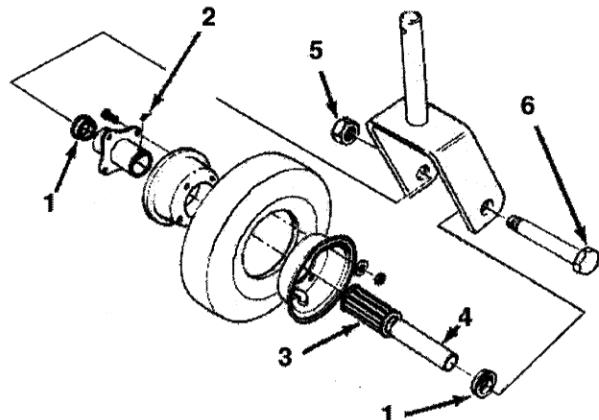

Fig 4
1. Rimuovere il dado autobloccante dalla vite mordente che fissa il gruppo ruota orientabile nella forcella (Fig. 4). Prendere la ruota orientabile ed estrarre la vite mordente dalla forcella.
Nota: Non smarrire le due gabbie del cuscinetto (Fig. 4).
2. Inclinare la ruota e lasciar cadere il cuscinetto a rulli e la bussola a chiave (Fig. 4).
- Pompare altro grasso nell'ingrassatore della ruota (Fig. 4) fin quando il cuscinetto non sarà completamente lubrificato.